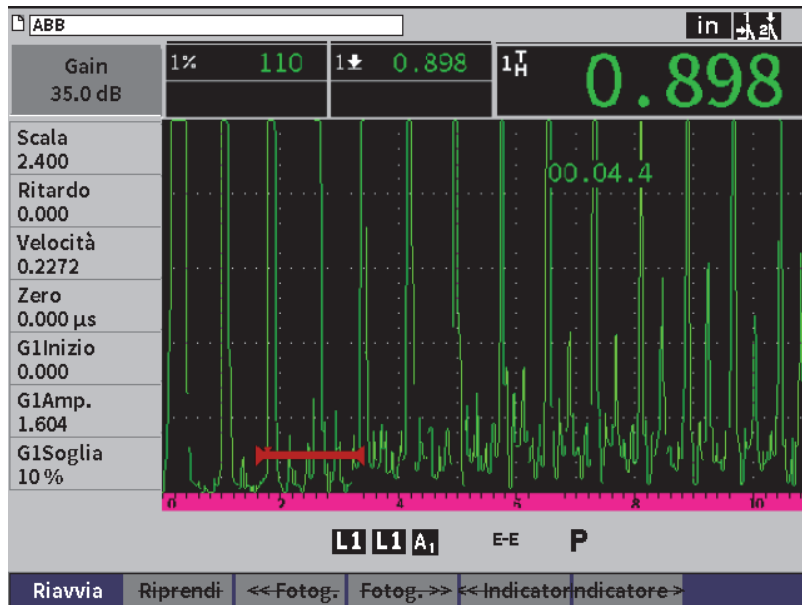

Figura 9-32 Pagina di configurazione di revisione video
3. Premere il tasto Invio per visualizzare la pagina di revisione (vedere Figura 9-32 a pagina 165).